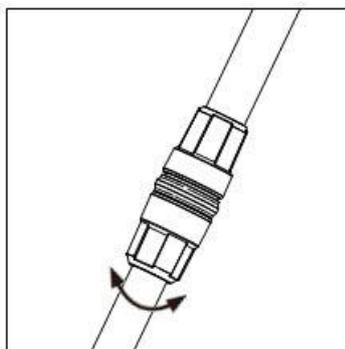

Fig. 5
- Dévissez l'écrou d'assemblage des tubes (Fig.5) jusqu'à ce que le tube de la poignée puisse coulisser librement. Ajustez le tube à la longueur souhaitée. Resserrez fermement l'écrou d'assemblage afin de maintenir la position.